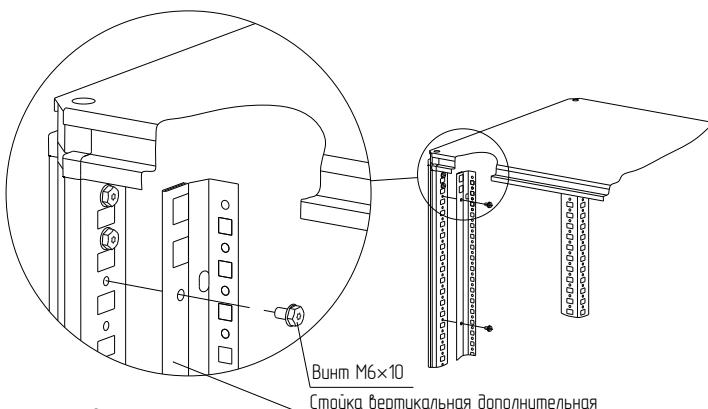

Рисунок 19
4.9.2 Закрепите стойку вертикальную дополнительную на стойке 1 профиля в дверном проёме семью винтами M6x10 (Рисунок 19). Момент затяжки – 7 Н·м.